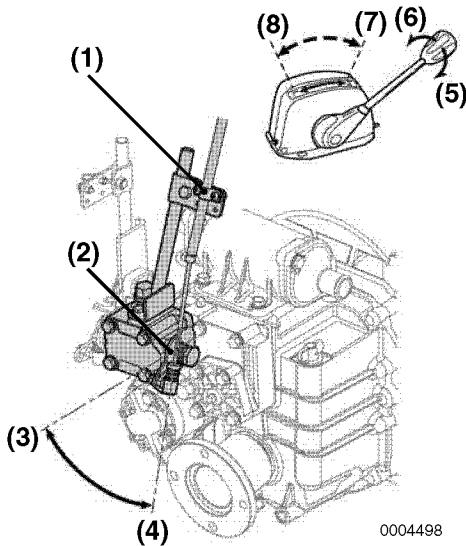

Figure 3
2. Ridurre la velocità spostando la leva per la pesca a traina da alta velocità (H) (**Figure 3, (4)**) a bassa velocità (L) (**Figure 3, (3)**). Selezionare la velocità desiderata e bloccare la leva per pesca a traina.
3. Prima di tornare al normale funzionamento, assicurarsi di posizionare la leva della traina sulla posizione alta velocità (H).